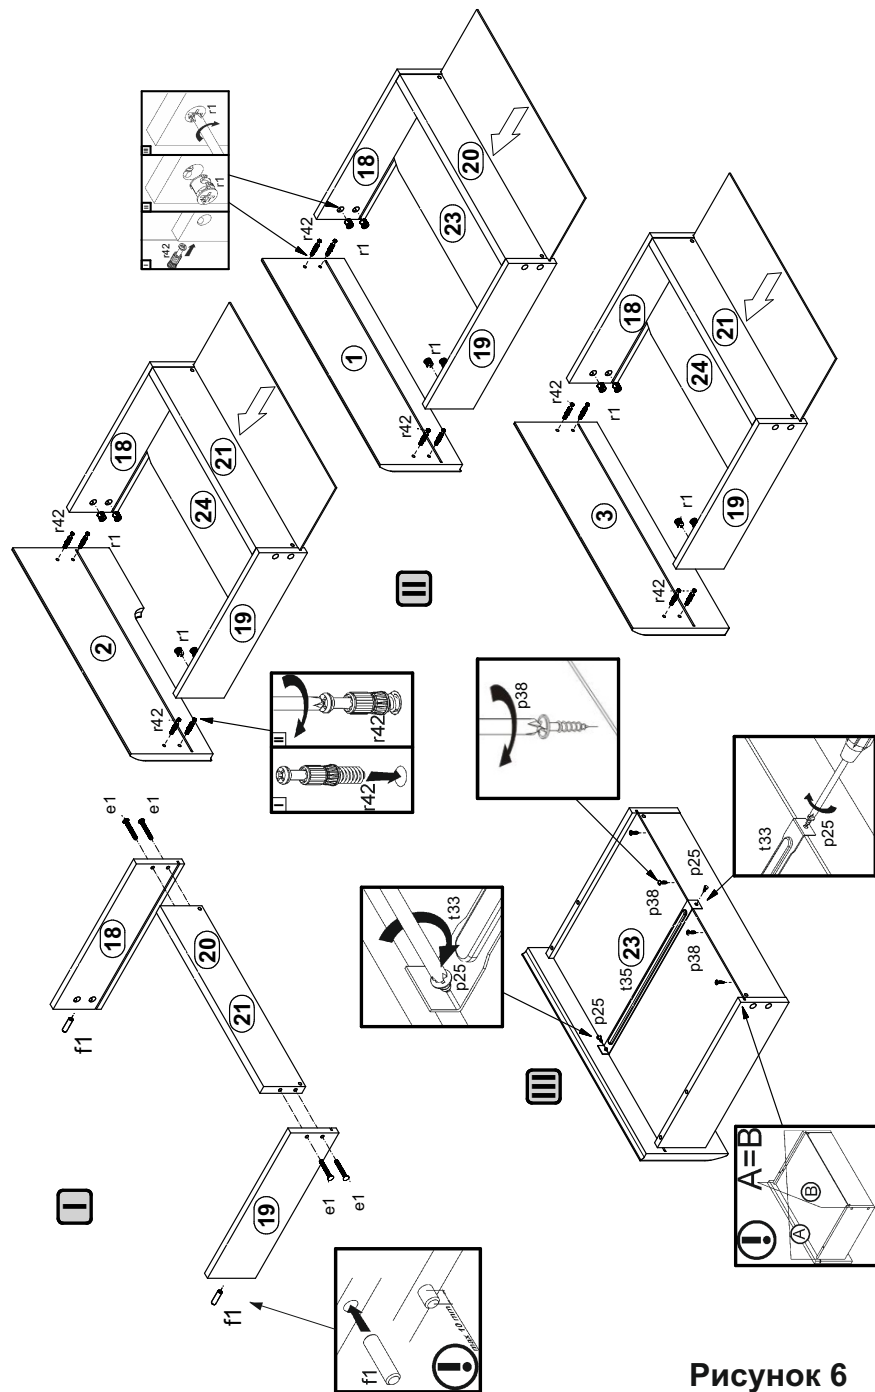

Рисунок 6
19. В отверстия $\varnothing 15$ мм на внутренних поверхностях стенок боковых ящиков **18, 19** вставить стяжки эксцентрикковые **r1**, в центральные торцевые отверстия $\varnothing 8$ мм вбить деревянные шканты **f1 (см. рис. 6)**.
20. Соединить детали **18,19,20**, а также **18,19,21** с помощью конформатов **e1**, пользуясь ключом **z1**, вставить в пропилы на боковых и задних стенках собранных корпусов ящиков дно ящика **23, 24 (см. рис. 6)**.